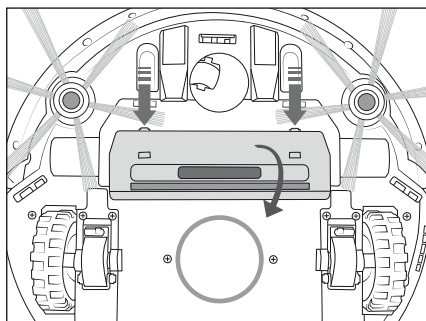

Fig. 12
- 1) Appuyez sur les deux boutons de déverrouillage pour libérer le couvercle ⑳ de l'orifice d'aspiration ⑱ et détachez-le de l'appareil (voir figure 12).